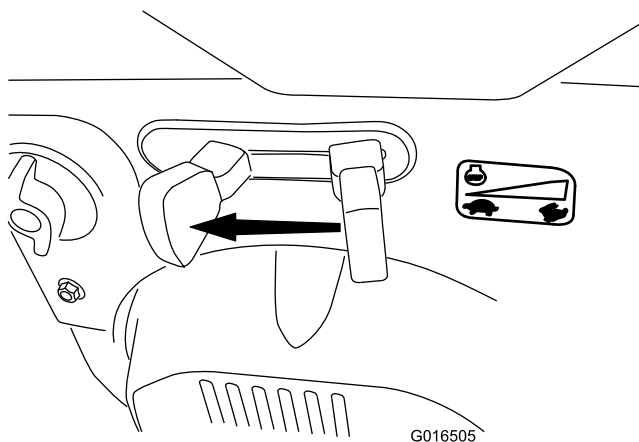

Figure 26
1. Déplacez la commande d'accélérateur en position BAS RÉGIME, puis en position ARRÊT (Figure 26). Vous pouvez aussi couper le moteur en tirant la clé de contact vers l'extérieur, à la position centrale.